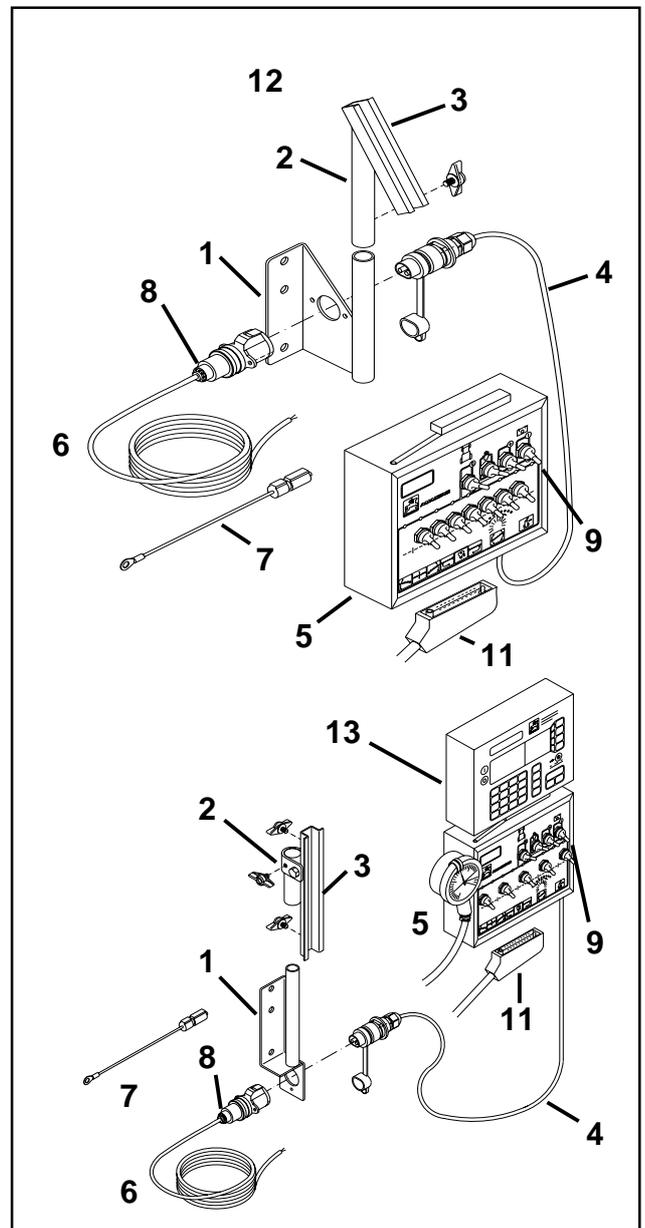

Fig. 4.1
- Fixez la prise 3-broches (fig. 4.1/8) à la console (fig. 4.1/1).